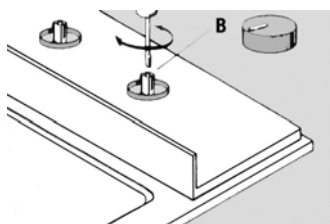

Figura 6
- c.) inserire un piccolo cacciavite nel foro B sull'albero del rubinetto del gas (figura 6) e svitare la vite di regolazione di due giri.
3. Inserire un piccolo cacciavite nel foro B (figura 6) e stringere o allentare la vite di regolazione (fare attenzione a non girare l'albero del rubinetto) finché la fiamma del bruciatore non è adeguatamente regolata sul minimo.
3. Inserire un piccolo cacciavite nel foro B (figura 6) e stringere completamente la vite di regolazione (fare attenzione a non girare l'albero del rubinetto).